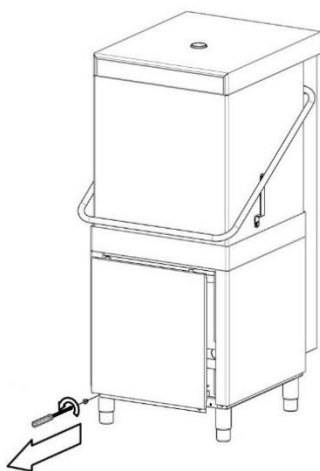

Fig.6
- 1- Retirez le panneau frontal en dévissant les deux vis situées en bas (Fig.6)
Le réglage du doseur s'effectue par la vis accessible avec le déplacement du panneau frontal sous la portière de la cuve. (voir Fig.6)